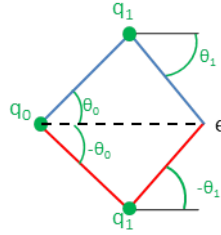

FIGURE 6 – Différentes combinaisons d'angles peuvent aboutir à la même position pour l'effecteur  $e$ .
- elle n'est pas injective car il peut exister plusieurs solutions qui permettent d'atteindre la position  $\begin{pmatrix} x_e \\ y_e \end{pmatrix}$  (figure 6).